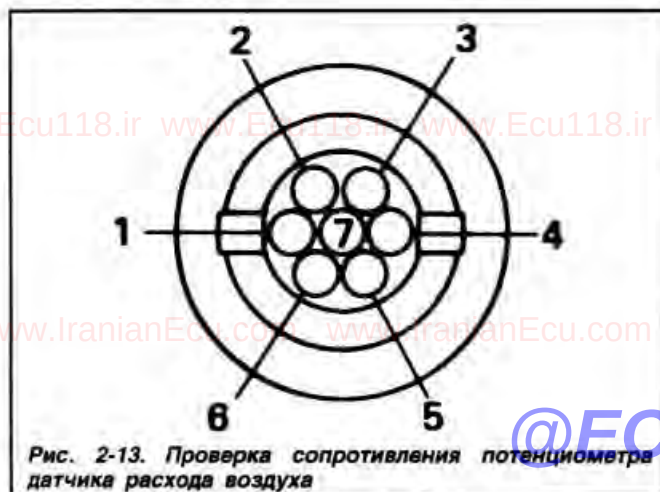

Рис. 2-13. Проверка сопротивления потенциометра датчика расхода воздуха
- Присоединить омметр к выводам «5» и «6» колодки измерителя (рис. 2-13) и проверить сопротивление, которое должно быть в пределах $30-40 \text{ Ом}$.